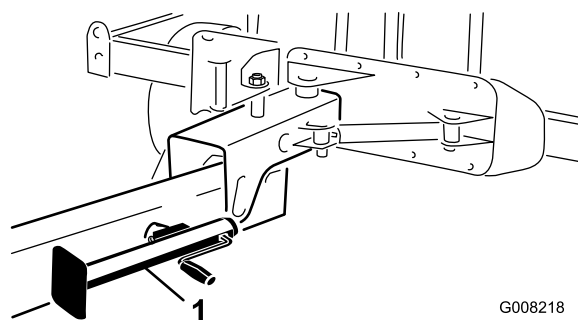

Figura 19
4. Eleve el gato y fíjelo en la posición de almacenamiento (Figura 19).